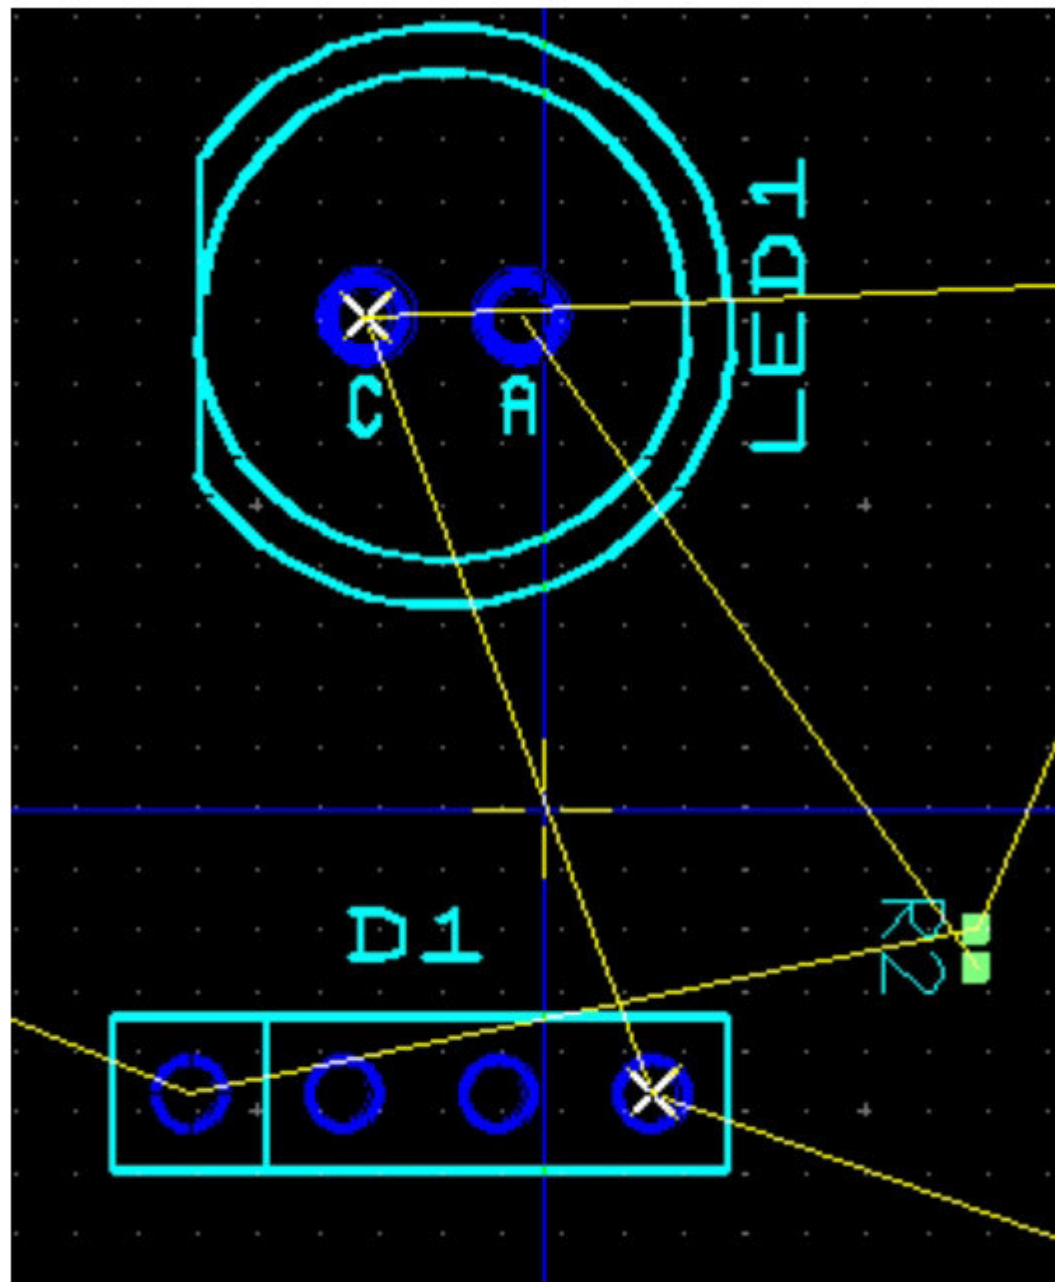
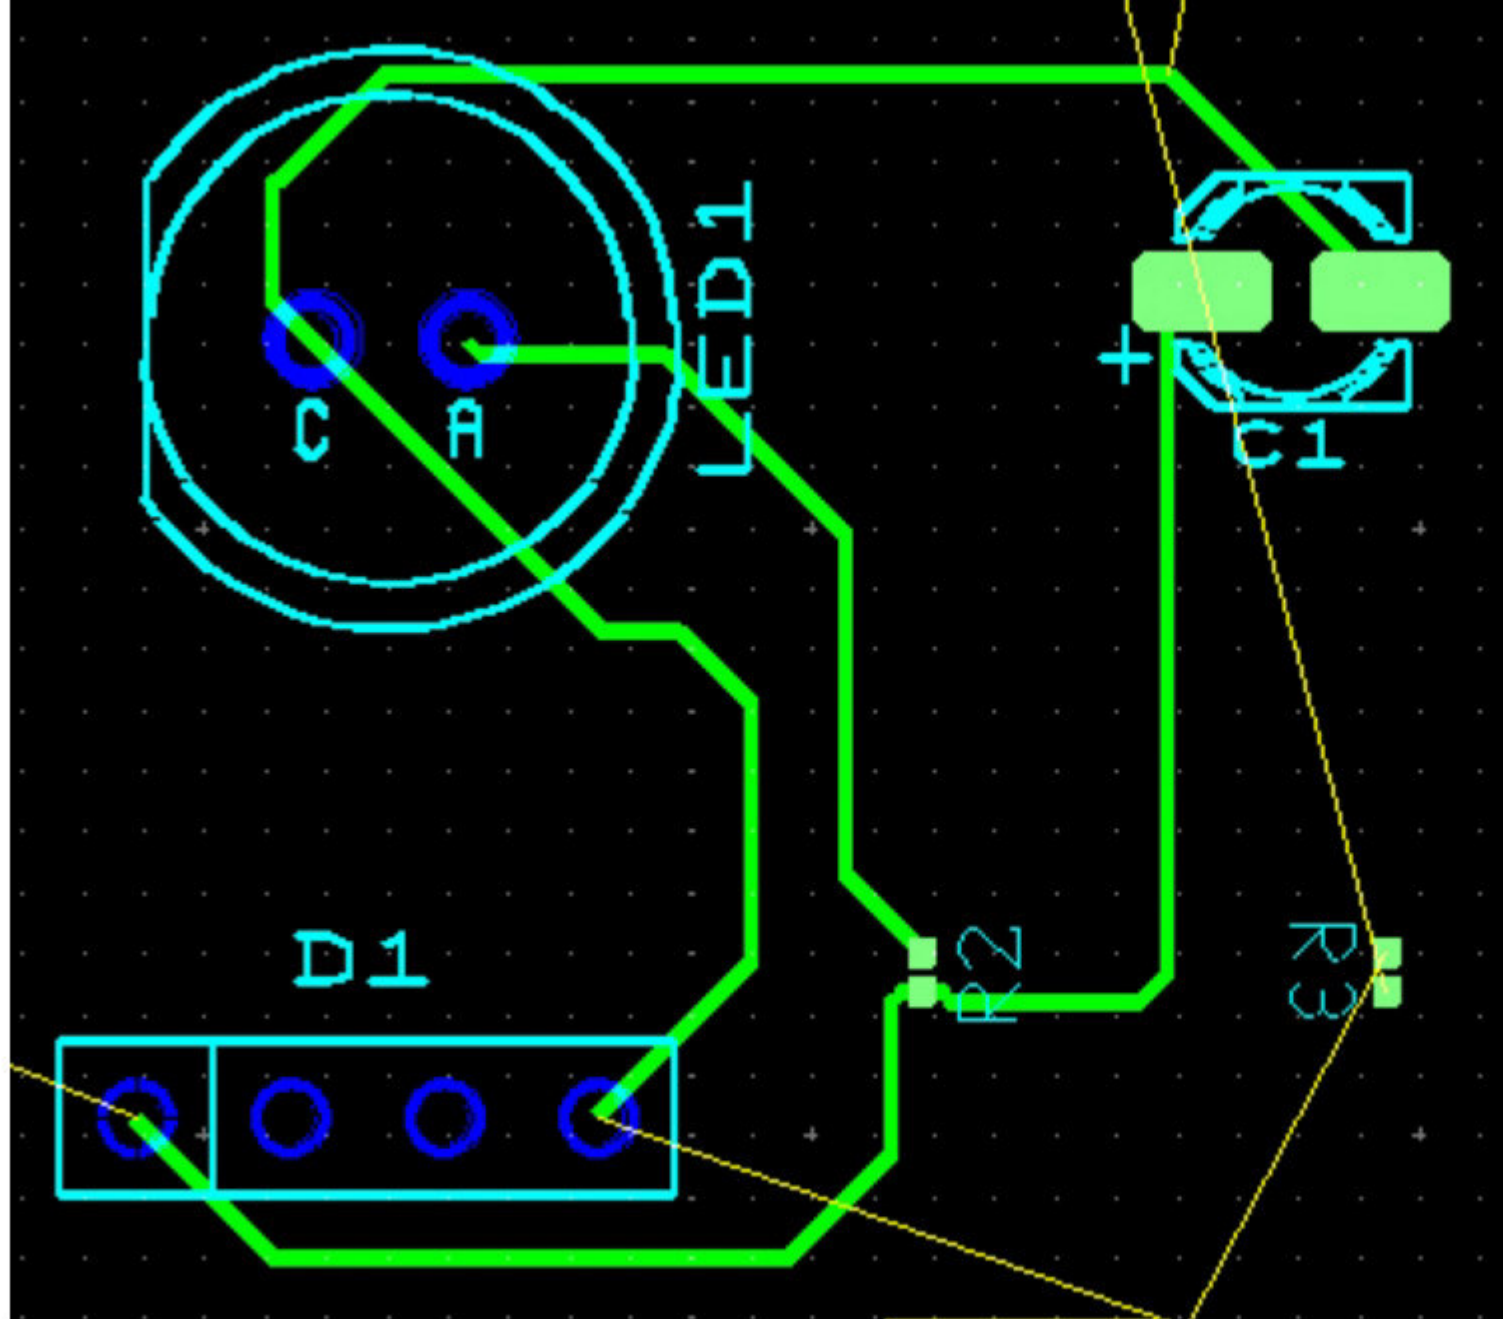

Рис. 7. Выбор линии связи при помощи инструмента «От точки до точки».
Рис. 9. Ручная трассировка нескольких проводников в режиме «От точки до точки».
3. Выбор линии связи, которую предполагается развести и прокладывание трассы. Для того, что бы выбрать линию связи, необходимо подвести к ней курсор (при этом контактные площадки, которые соединяет эта линия связи, будут подсвечены крестиками – рис. 7) и щелкнуть левой кнопкой мыши по ней. В результате чего трасса будет закреплена за курсором, при помощи передвижения которого можно выбрать оптимальный маршрут. Необходимо отметить, что маршрут прокладывается автоматически, разработчику остается только выбрать наиболее удачный вариант. Для того, что бы закрепить трассу, необходимо щелкнуть левой кнопкой мыши в рабочем поле. Предложенные системой варианты маршрута для одного и того же проводника представлены на рисунке 8. По мере прокладывания следующих трасс, система подбирает для них оптимальный маршрут (рис. 9).